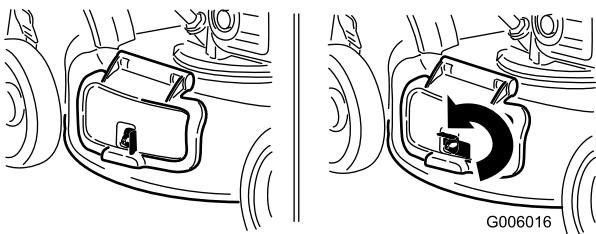

Figura 32
- Desbloquee la puerta de descarga lateral (Figura 32).